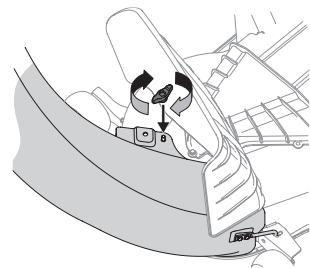

Figure 23
6. Fixez le coude de la goulotte de descente au plateau de coupe au moyen du bouton à ailettes (720-04122) inclus dans la trousse de quincaillerie 689-01419. Consultez la Figure 23.